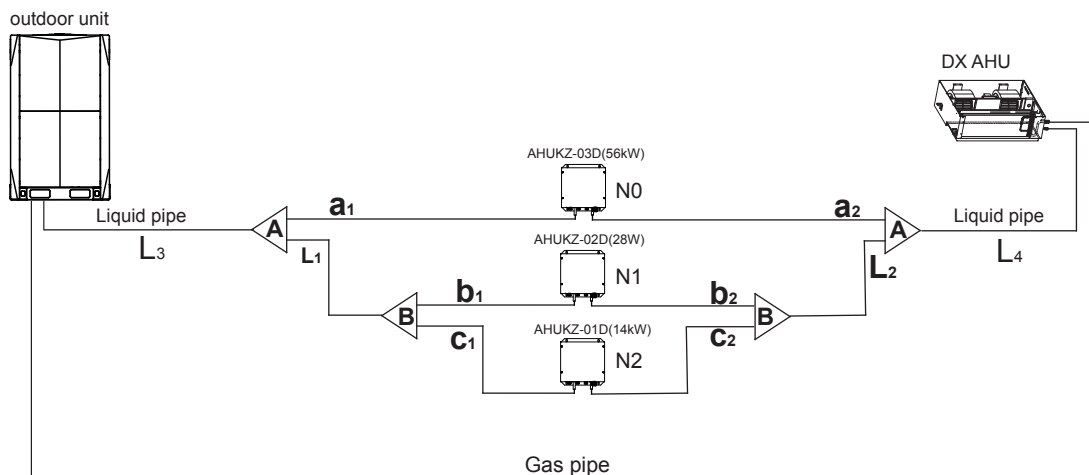

Figura 3-7
e.x.1: Consultați Figura 3-7: capacitatea cutiei de comandă din aval la L₄ este 560+280+140=980, conducta are Φ19,1.